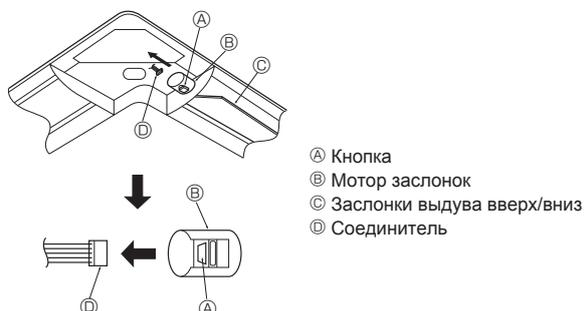

Fig. 5-11
- Возьмите проволоочные выводы CN4Y(белый) и CN6Y(красный) угловой панели i-see sensor ⑦ со стороны распределительного щита на блоке и обязательно подсоедините их к соединителю платы контроллера.
- Проволоочные выводы угловой панели i-see sensor ⑦ должны быть зафиксированы на ребре решетки с помощью фиксатора ④ так, чтобы не было провисания.
- Проволоочные выводы должны быть собраны вместе с проволоочными выводами блока и зафиксированы с помощью 2 фиксаторов ④ так, чтобы не было провисания.
- * Угловая панель i-see sensor должна быть зафиксирована на решетке ① при помощи винта ⑤.
5.7. Блокировка направления воздушного потока вверх/вниз (Fig. 5-11)